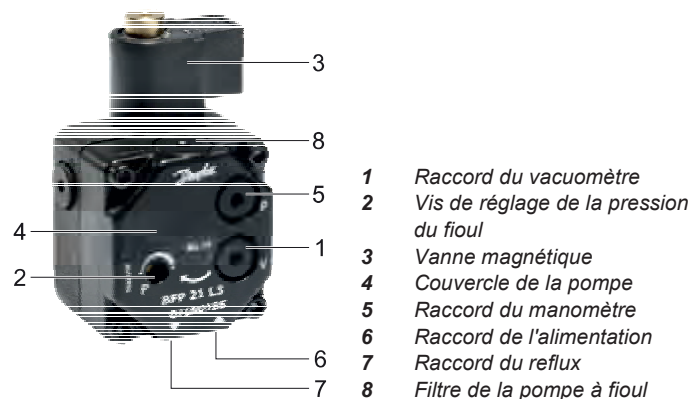

Fig. 7-4 Pompe à fioul
-  Pour augmenter la pression : tournez la vis de réglage de pression du fioul (fig. 7-4, pos. 2) vers la droite.
-  Pour diminuer la pression : tournez la vis de réglage de pression du fioul (fig. 7-4, pos. 2) vers la gauche.
-  Pour le contrôle de la pression du fioul, raccordez le manomètre sur le raccord (fig. 7-4, pos. 5) de la pompe à fioul.
-  Raccordez le vacuomètre au raccord V (fig. 7-4, pos. 1) et mesurez la sous-pression alors que le brûleur est en service.